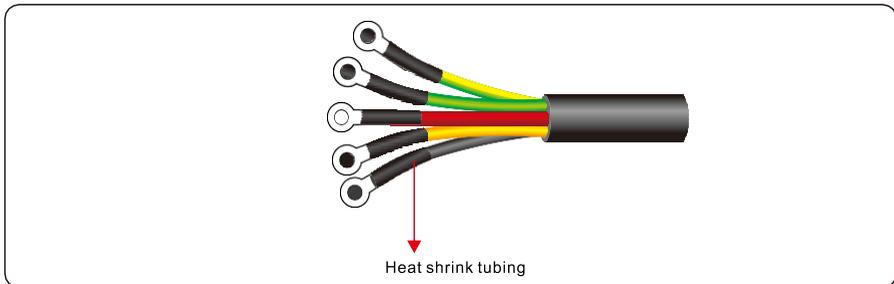

Figura 5.5 Crimpado del terminal OT
Paso 2 Inserte los cables con el núcleo visto en la zona de prensado del terminal OT y prénselos con unos alicates hidráulicos. Envuelva la zona de engarce del cable con un tubo termorretráctil o una cinta aislante de PVC, tal como se muestra en la figura 5.5.